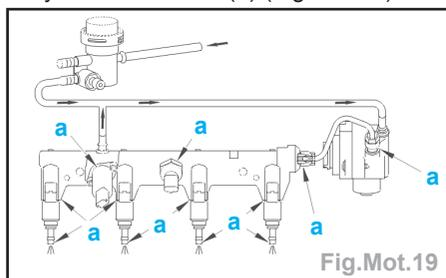

Fig.Mot.19
- A l'aide du produit **SODIMAC n° 35** nettoyer les zones en (a) (Fig.Mot.19).